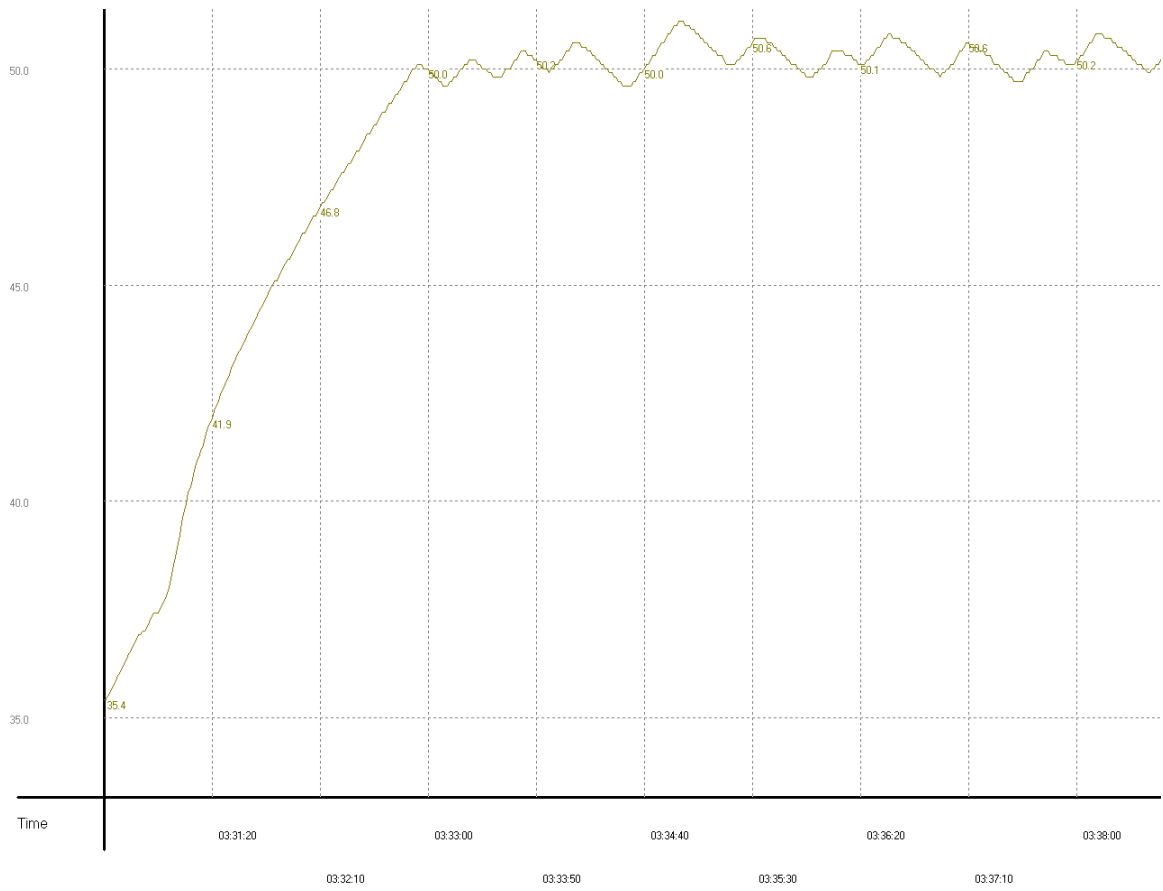

图 12
- 利用计算出的参数  $K_P$ 、 $K_I$ 、 $K_D$ 数值，重新实验结果之温度曲线如图 12。
使用调整后参数 (  $K_P$ 、 $K_I$ 、 $K_D$  ) 实验结果如图 12 所示：